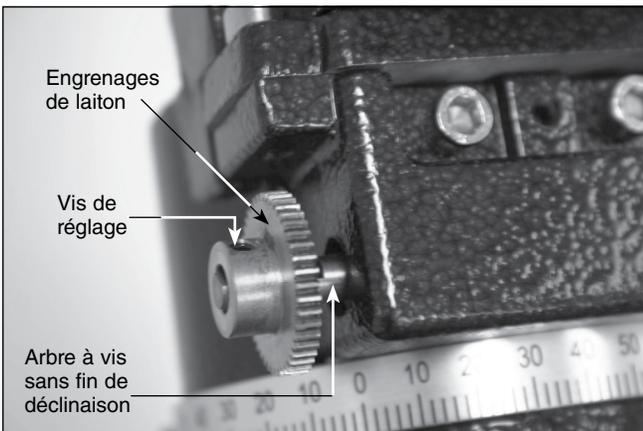

Figure 8. Orientation correcte des engrenages de laiton pour l'axe de déclinaison
3. Faites glisser l'extrémité dentée du petit engrenage en laiton restant sur l'arbre à vis sans fin de déclinaison de votre monture SkyView Pro pour qu'elle ressemble à la **Figure 8**. Faites tourner le petit engrenage en laiton de façon à ce que l'une des vis de réglage appuie contre la partie plate de l'arbre à vis sans fin de déclinaison. Fixez le petit engrenage en laiton en serrant les vis avec la clé hexagonale de 2 mm incluse, mais ne serrez pas trop. Vous pourriez avoir à effectuer de petits ajustements à la position